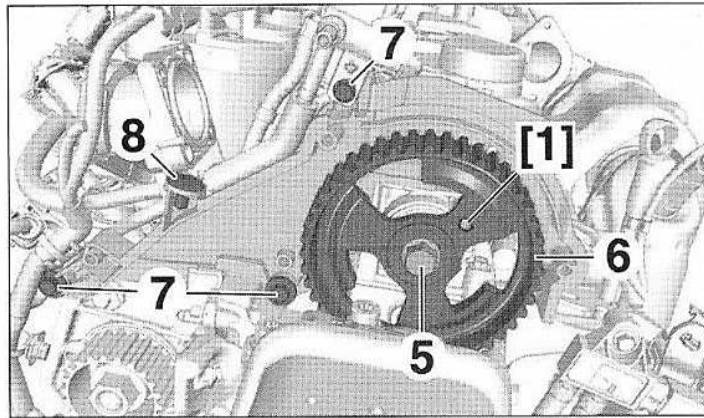

FIG.71
- Déposer l'outil [1] (Fig.71).
- Bloquer la roue dentée d'arbre à cames à l'aide de l'outil [2] et déposer la vis (5).
- la roue dentée d'arbre à cames (6),
- les vis (7),
- l'agrafe (8).